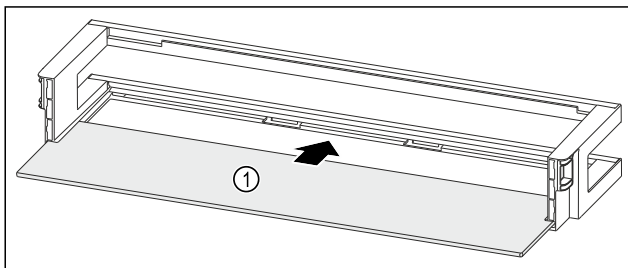

Fig. 94 Półka w drzwiach z półką
- ▶ Wsunąć półkę Fig. 94 (1) w boczne wycięcia.